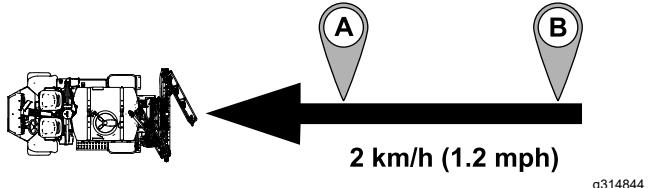

図 171
- 注**オートステアは、ポイントBとAの間でマシンを操舵します(図 171)。